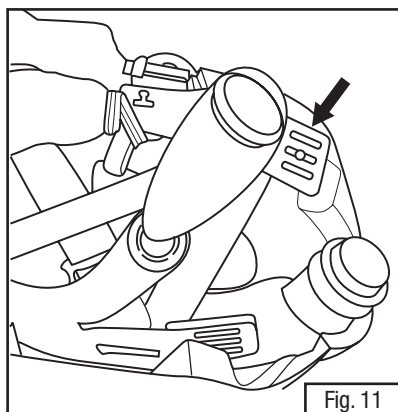

Fig. 11
- Solte a carneira do capacete puxando a ranhura de ajuste de altura para fora da cavilha em cada um dos quatro pontos de fixação. A Fig. 11 mostra uma das ranhuras de fixação. Existem dois na parte de trás e dois na frente do capacete.
- Instale a nova carneira fixando cada uma das quatro ranhuras de ajuste de altura as quatro cavilhas da concha do capacete. **NOTA:** Consulte a seção “Colocação e Ajuste” destas *Instruções de Uso* para informações quanto ao ajuste da carneira para um uso confortável (Fig. 11).